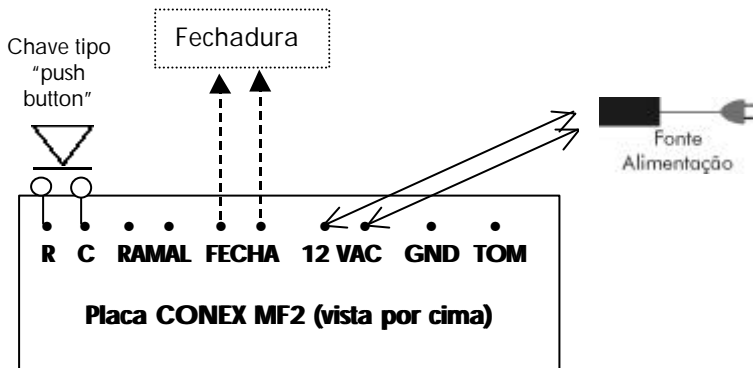

Figura 4
- Se for utilizada a chave tipo “push button” para abrir a fechadura eletromagnética esta chave deverá ser ligada nas entradas **R C** da placa **CONEX MF2** como mostra a figura 4;